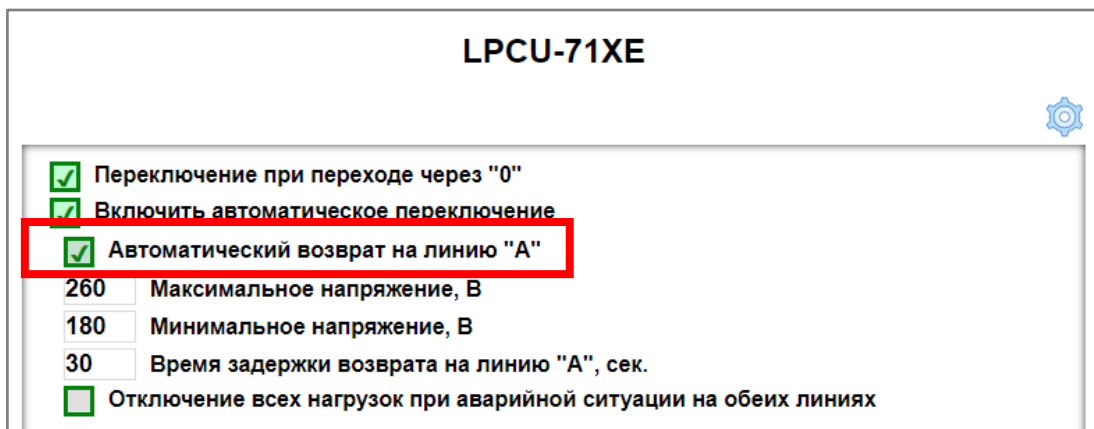

Рисунок 6
- б. Примерно 7мс размыкается реле первого каскада на входе «INPUT A» (рис. 6).